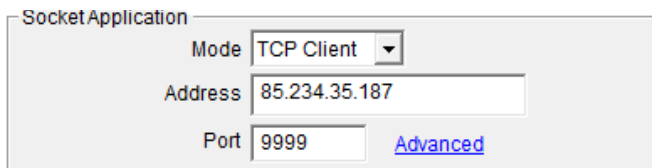

Рисунок 17 – Область параметров «Socket Application» вкладка «Connection»
3.5.13.7 В главном окне программы «M1000 Pro V2 Configurator» необходимо выбрать вкладку «**Connection**». В ней содержатся настройки, описывающие параметры персонального компьютера, к которому терминал будет подключаться в автоматическом режиме. В область параметров «**Socket Application**» ввести следующие настройки (рисунок 17):